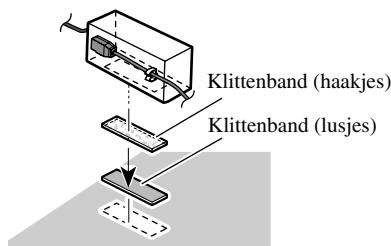

Afb. 8
2. Sluit de optische kabel aan op de aansluitkast voor de optische kabel. (Afb. 8)